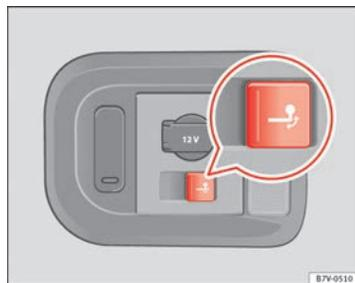

Fig. 158 Lado derecho del maletero: botón para bascular eléctricamente la rótula del enganche.
- Tire brevemente del botón ⇒ fig. 158. La rótula se desbloqueará eléctricamente y basculará por sí misma hacia afuera; el testigo de la tecla parpadeará.
- Tire brevemente del botón ⇒ fig. 158. La rótula se desbloqueará eléctricamente; el testigo de la tecla parpadeará.